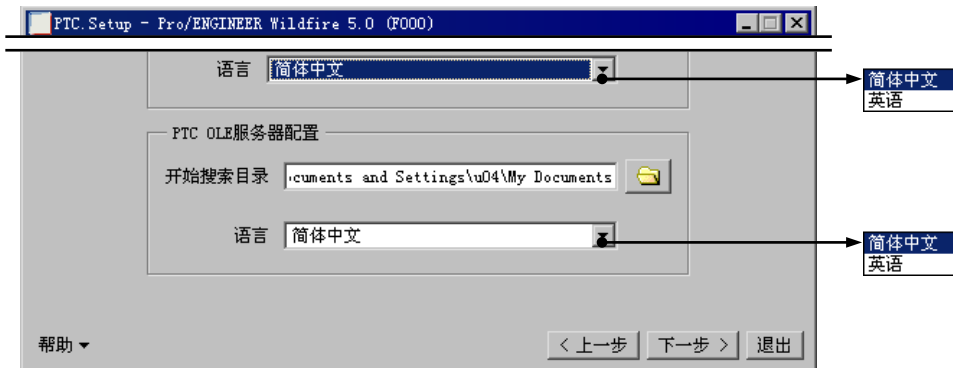

图 2.5.12 PTC OLE 配置
Step11. 系统弹出图 2.5.12 所示的对话框，在该对话框中可以配置 OLE 服务器的相关信息，建议在 语言 下拉列表框中选择 简体中文 选项，然后单击 **下一步 >** 按钮。